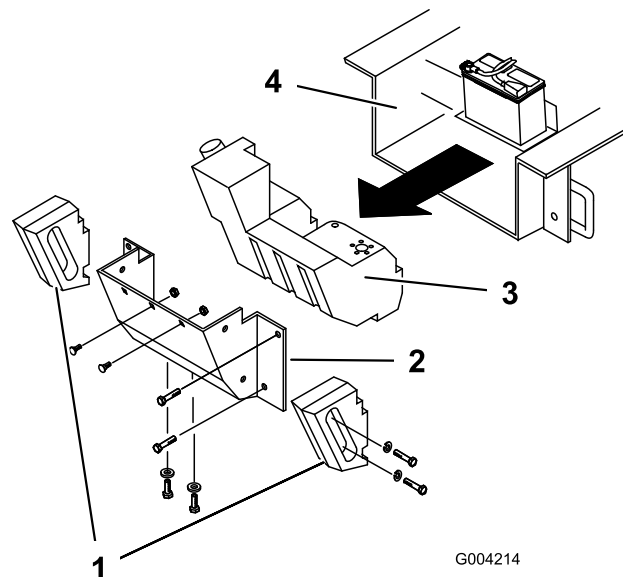

Figura 61
A intervalli regolari, aprire il cofano e controllare l'area sottostante al motore con l'aiuto di una torcia. Quando i detriti formano uno strato di 2-5 cm, completate la seguente procedura (fate riferimento a Figura 61 per l'intera procedura):
4. Rimuovete i bulloni, le rondelle e le rondelle di bloccaggio che fissano le 2 zavorre laterali e rimuovete le zavorre (Figura 61).
7. Rimuovete i 6 dadi e bulloni che fissano il pannello posteriore e rimuovete il pannello (Figura 61).
9. Fate scivolare indietro il serbatoio carburante (Figura 61).